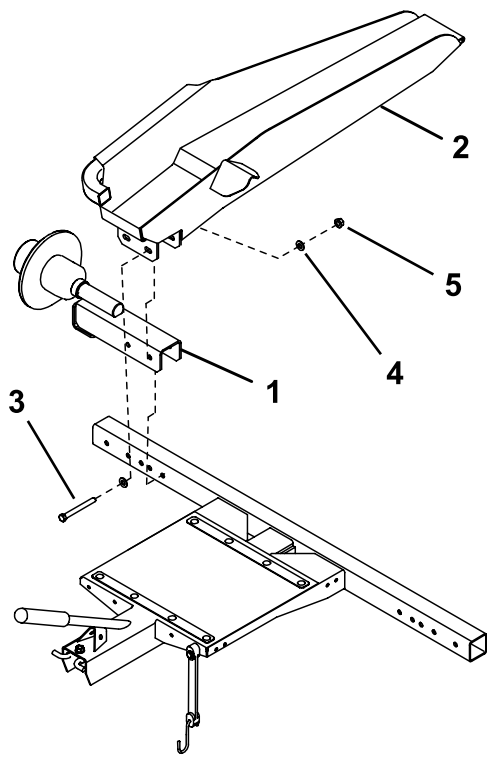

图 3
2. 使用 2 个螺栓  $\frac{3}{8}$  x 3 英寸、4 个垫圈和 2 个螺母将轮轴总成和斜面总成图 3 或轨道总成图 4 安装至机架的两端。